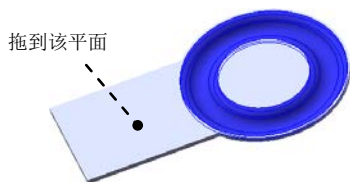

图 8.11 成形特征 1
Step3. 创建图 8.11 所示的成形特征 1。
(1) 单击任务窗格中的“设计库”按钮 ，打开设计库对话框。
(2) 单击设计库对话框中的 **ch08** 节点，在设计库下部的列表框中选择“clamp_shaped_tool_01”文件，并拖动到图 8.11 所示的平面，在系统弹出的“成形工具特征”对话框中单击 **✓** 按钮。